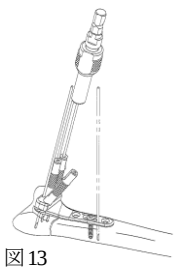

図 13
- 13) プレートの腕側遠位縁がWatershed lineに一致していることを確認し、イメージ下で遠位部ピンガイドの尺側から1.3ガイドピンを背側皮質を突き抜け不要に刺入します。（図13）